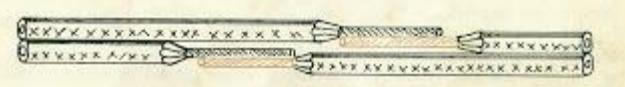

Figura 3
- 3. Paso: Abra los alambres del cable y enderécelos hasta la atadura y límpielos con el lomo del cuchillo (figura 3). Haga lo mismo con el otro cable.**
2. Paso: Enfrente ambos conductores de tal manera que queden como la figura 3.